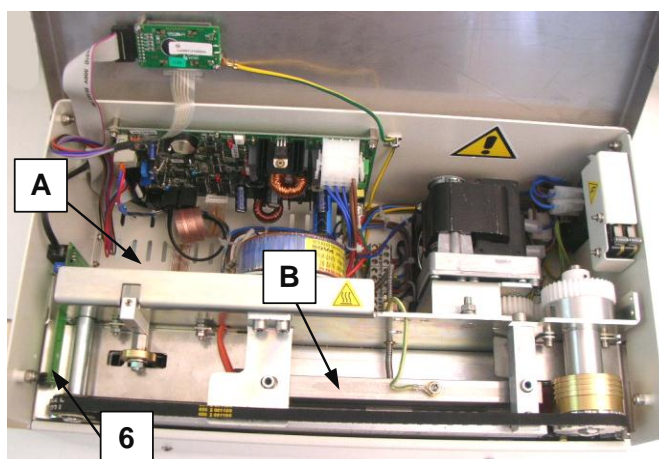
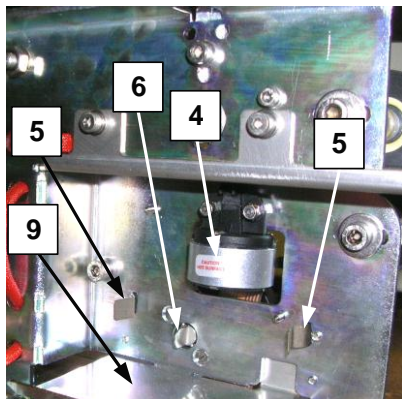
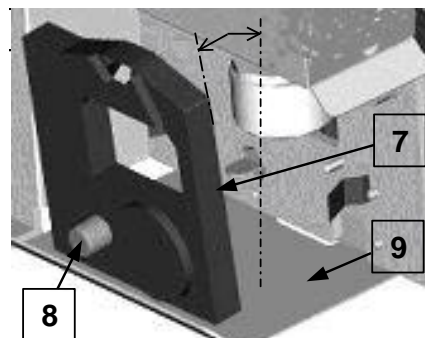

fig.4.2
fig.4.3
fig.4.4
La macchina è dotata di una stampante elettronica (n.4-fig.4.3) del tipo ad aghi con cassetta nastro (n.7-fig.4.4).
L'azionamento della stampa è comandato elettronicamente dalla fotocellula di ingresso (n.6-fig.4.2) che esegue l'input di stampa non appena la busta è completamente transitata sotto il suo campo di lettura. Se la stampa è abilitata dal pannello comando (cfr. par. 3.2.2), la stampante imprimerà i dati impostati sulla busta prima che questa esca dalla macchina.
QUALORA LA MACCHINA FOSSE STATA SPENTA DA POCO TEMPO, PER EVITARE USTIONI NON TOCCARE LE BARRE SALDANTI (pos.B-fig.4.2).
- introdurre la cassetta nastro (n.7-fig.4.4) nel vano della zona di stampa (pos.A-fig.4.2)
- appoggiare la cassetta sulla lamiera di guida (n.9-fig.4.4): tenerla leggermente inclinata verso il retro della macchina (vedi fig.4.4)
- dopo aver individuato le due mollette di aggancio (n.5-fig.4.4), ruotare leggermente la cassetta ed inserirla nella molletta più interna
La paletta dell'albero di trasmissione stampa (n.6-fig.4.3) deve essere inserita senza forzature nel rotore della cassetta nastro (n.8-fig.4.4): qualora ci fossero impedimenti all'inserimento, ruotare leggermente il rotore e riprovare l'inserimento.
Attenzione: per evitare la rottura della cassetta nastro, il suo rotore (n.7-fig.4.4) deve essere ruotato solo nella direzione della freccia indicata sulla cassetta nastro stessa.
- afferrare la cassetta nastro ed estrarla dalle due mollette di aggancio (n.5-fig.4.4)
-  **QUALORA LA MACCHINA FOSSE STATA SPENTA DA POCO TEMPO, PER EVITARE USTIONI NON TOCCARE LE BARRE SALDANTI (pos.B-fig.4.2).**